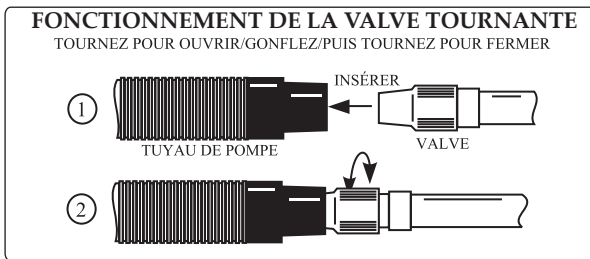

Figure 2. La valve « twist »
La valve TwistlokTM que l'on trouve sur le siège est une valve basse pression simple et fiable, compatible avec la plupart des pompes standard, mais qui peut aussi être actionnée par la bouche. La figure 2 de la page suivante détaille le fonctionnement de cette valve.
4. Gonflez le coussin de siège jusqu'au confort souhaité (1,0 psi **MAXIMUM**) à l'aide de la valve Twistlok (voir la figure 2). Fixez le siège à l'aide des grandes attaches de siège et réglez-le pour obtenir le soutien souhaité. Pour maintenir le dossier du siège en position verticale, vous pouvez ajuster et accrocher les petites attaches du siège aux anneaux en D, directement derrière le siège.